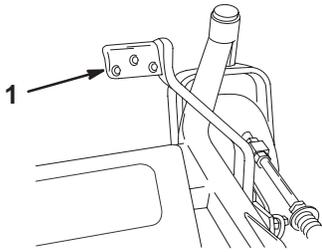

Figure 20
2. Appuyez sur la commande d'accessoire tout en tirant sur le levier de sélection de hauteur de coupe (Fig. 20).